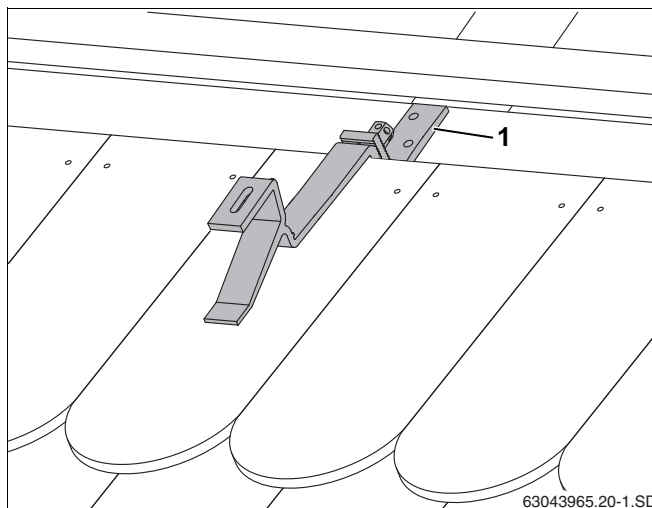

Fig. 18 Monteret tagkrog
- ▶ Skub tagkrogens underdel så langt ned, at den ligger på spærene eller træunderlag (fig. 18, **pos. 1**).